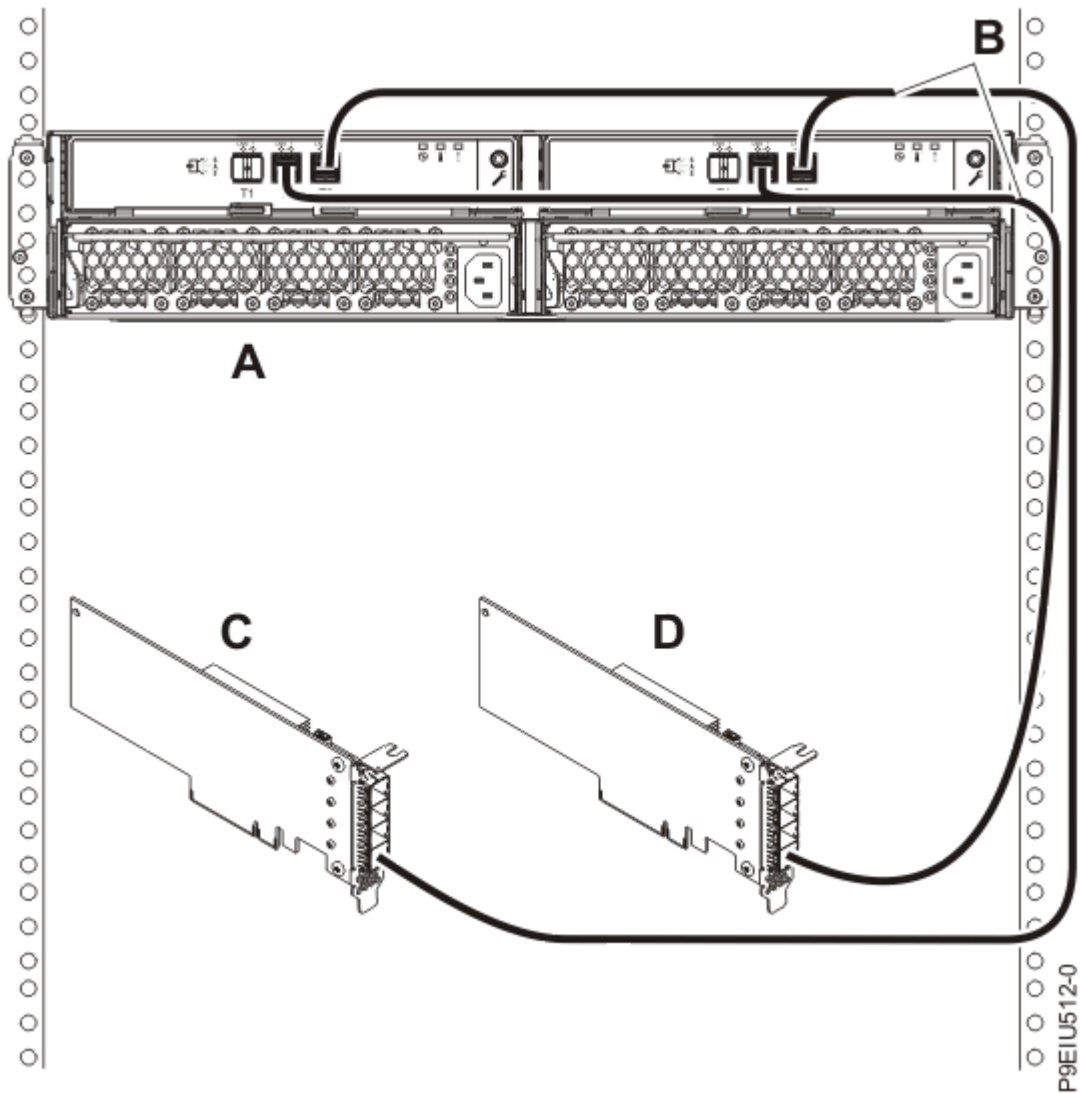

Abbildung 18. Modus-2-Anschluss einer ESLS-Speichergehäuse mit YO12-Kabeln an zwei unabhängige SAS-Adapter (FC EJ0J, FC EJ0K oder FC EJ0M)
18. Schließen Sie ein Gehäuse im Modus 2 (**A**) mit YO12-Kabeln (**B**) an zwei unabhängige SAS-Adapter (**C und D**) (FC EJ0J, FC EJ0K oder FC EJ0M) an, wie in Abbildung 18 auf Seite 23 dargestellt. Fahren Sie anschließend mit „Kabel und Netzkabel anschließen und Abdeckungen installieren“ auf Seite 29 fort.